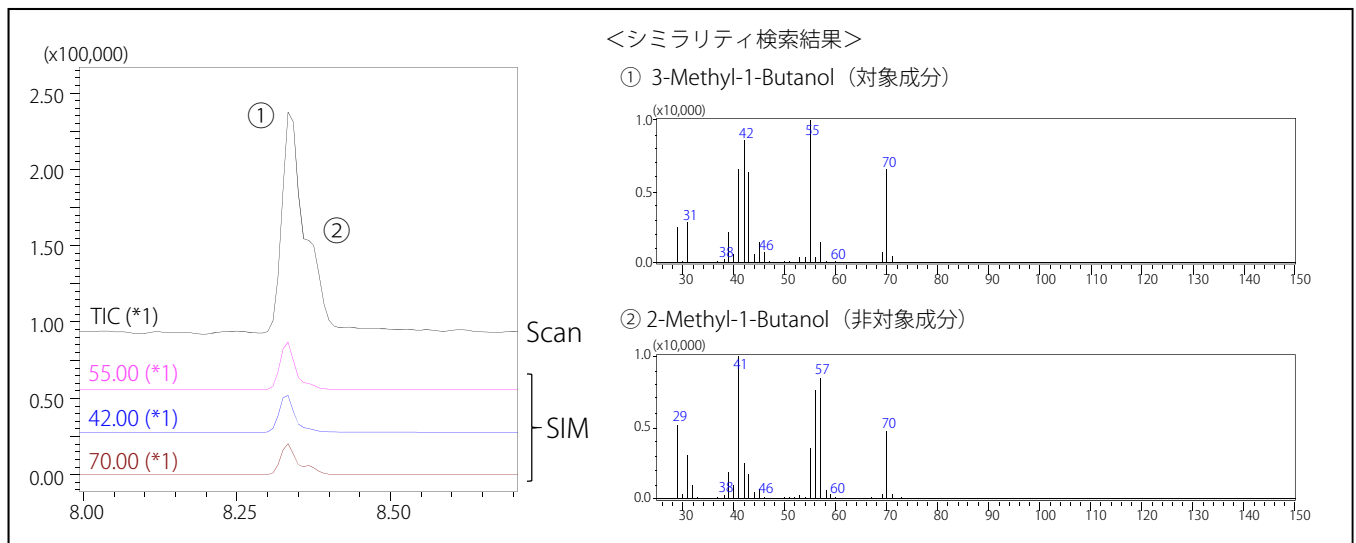

図4 FASSTモードによる規定不純物以外の溶出成分の同定
FASST分析 (ScanとSIMの高速切換機能) により、規定不純物以外の溶出成分の同定が可能です。今回使用した実試料のうち酒造メーカーの消毒液 (消毒剤②) では、規定不純物以外のピークが検出されました。Scanデータより、2-Methyl-1-Butanolであると同定できました。その結果を図4に示します。